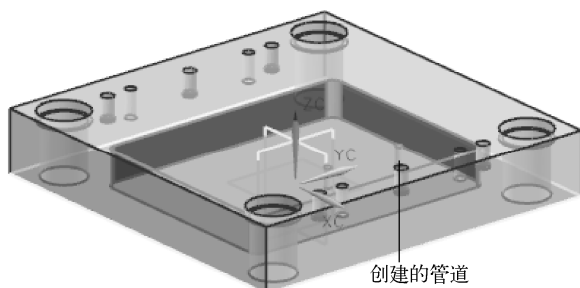

图 10-105 创建两条向上的管道
(5) 按照前述建立直接通道的方法, 选择 A 板型腔挖槽的底面作为管道的开口面, 开口点坐标为 (100, 50, 39.5) 和 (100, -40, 39.5), 建立两条长为 20mm 竖直向上的管道, 如图 10-105 所示。